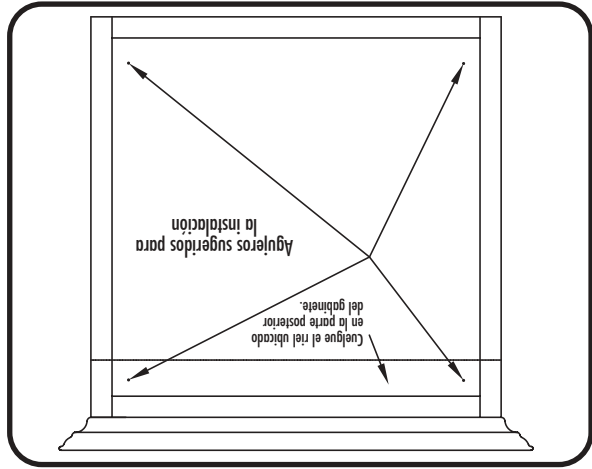

Figura 15
- Coloque el gabinete en su lugar, y utilizando tornillos para madera #8 x2 pulgadas (20,3 X 5 cm), asegure el gabinete a la pared. (Vea la figura 15).